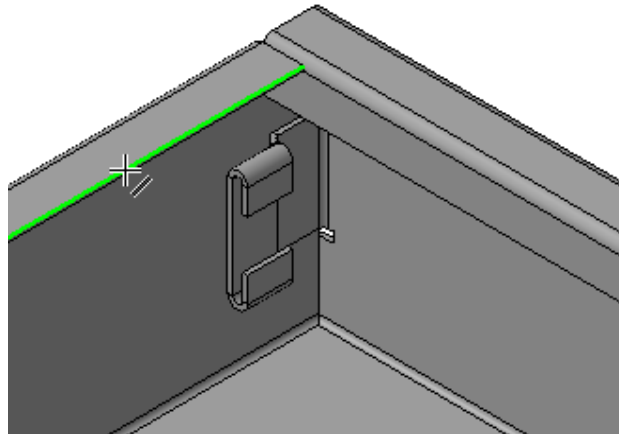

Рисунок 41.
- Затем укажите ребро на построенном сгибе (рис. 41).